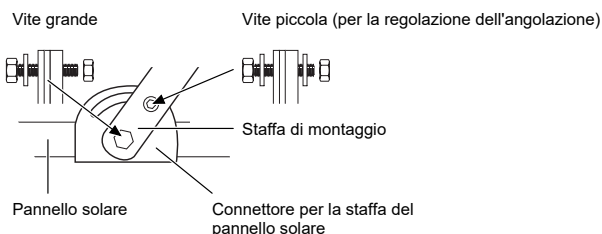

Fig. B2: Installazione della staffa del pannello solare (n°: 3156507)
3. N°: 3156507: Installare la staffa di montaggio del pannello solare sul pannello solare utilizzando le viti, i connettori della staffa, le rondelle e i dadi forniti in dotazione. Fare riferimento alla Fig. B2 per i dettagli.